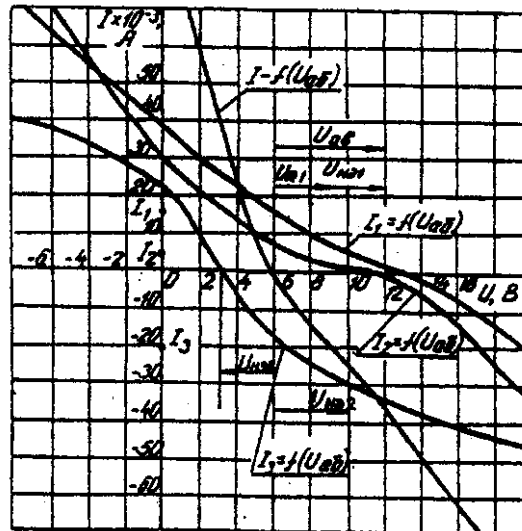

Рис. 6.7. Результирующие вольт-амперные характеристики
3. Нанесем кривые $I_1 = f(U_{aБ})$, $I_2 = f(U_{aВ})$ и $I_3 = f(U_{aВ})$ на одном рисунке и построим результирующую вольт-амперную характеристику $I = f(U_{aБ})$ просуммировав ординаты кривых (рис. 6.7).
Для рассматриваемого примера имеем (см. рис. 6.7), А
Располагая построенными характеристиками, легко находим напряжения на всех нелинейных элементах цепи (см. рис. 6.7):